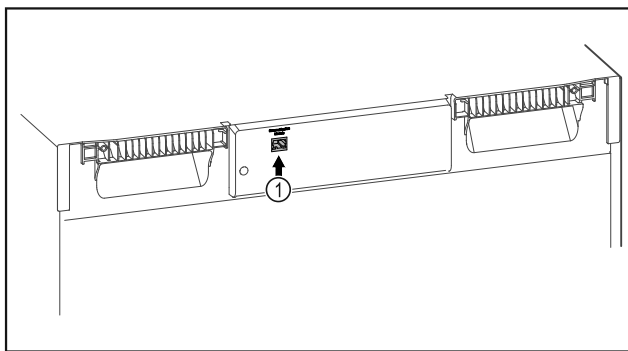

Fig. 121
- A SmartModule Fig. 121 (1) be van helyezve.